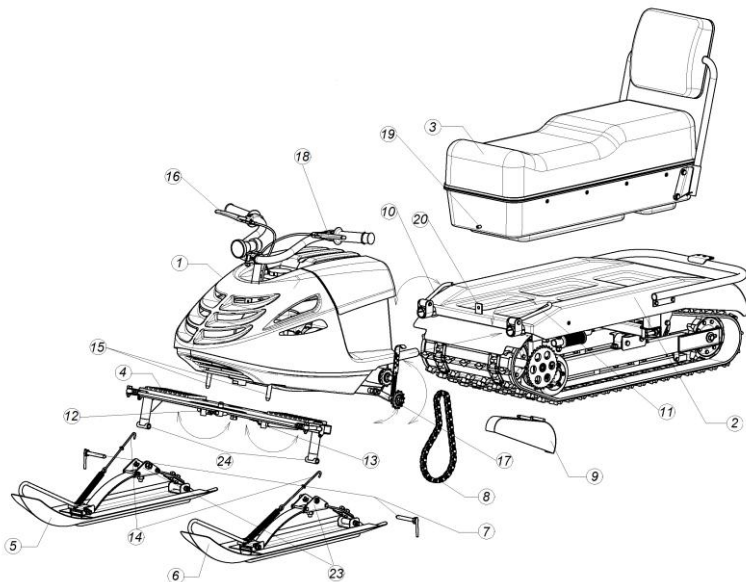

Рис.1
Мототрансформер состоит из следующих разделяемых основных блоков, отдельных соединительных и защитных частей (Рис.1):
5. СБОРКА И ПОДГОТОВКА К ЭКСПЛУАТАЦИИ (Рис.1)